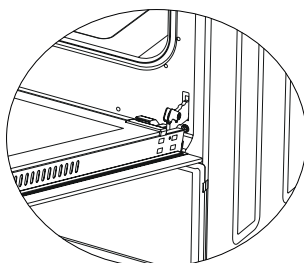

Figura 15.2
2. Abra a dobradiça o mais possível, conforme ilustrado na figura 15.2. Colocar as duas dobradiças que ligam a câmara de cozimento à porta na mesma posição.